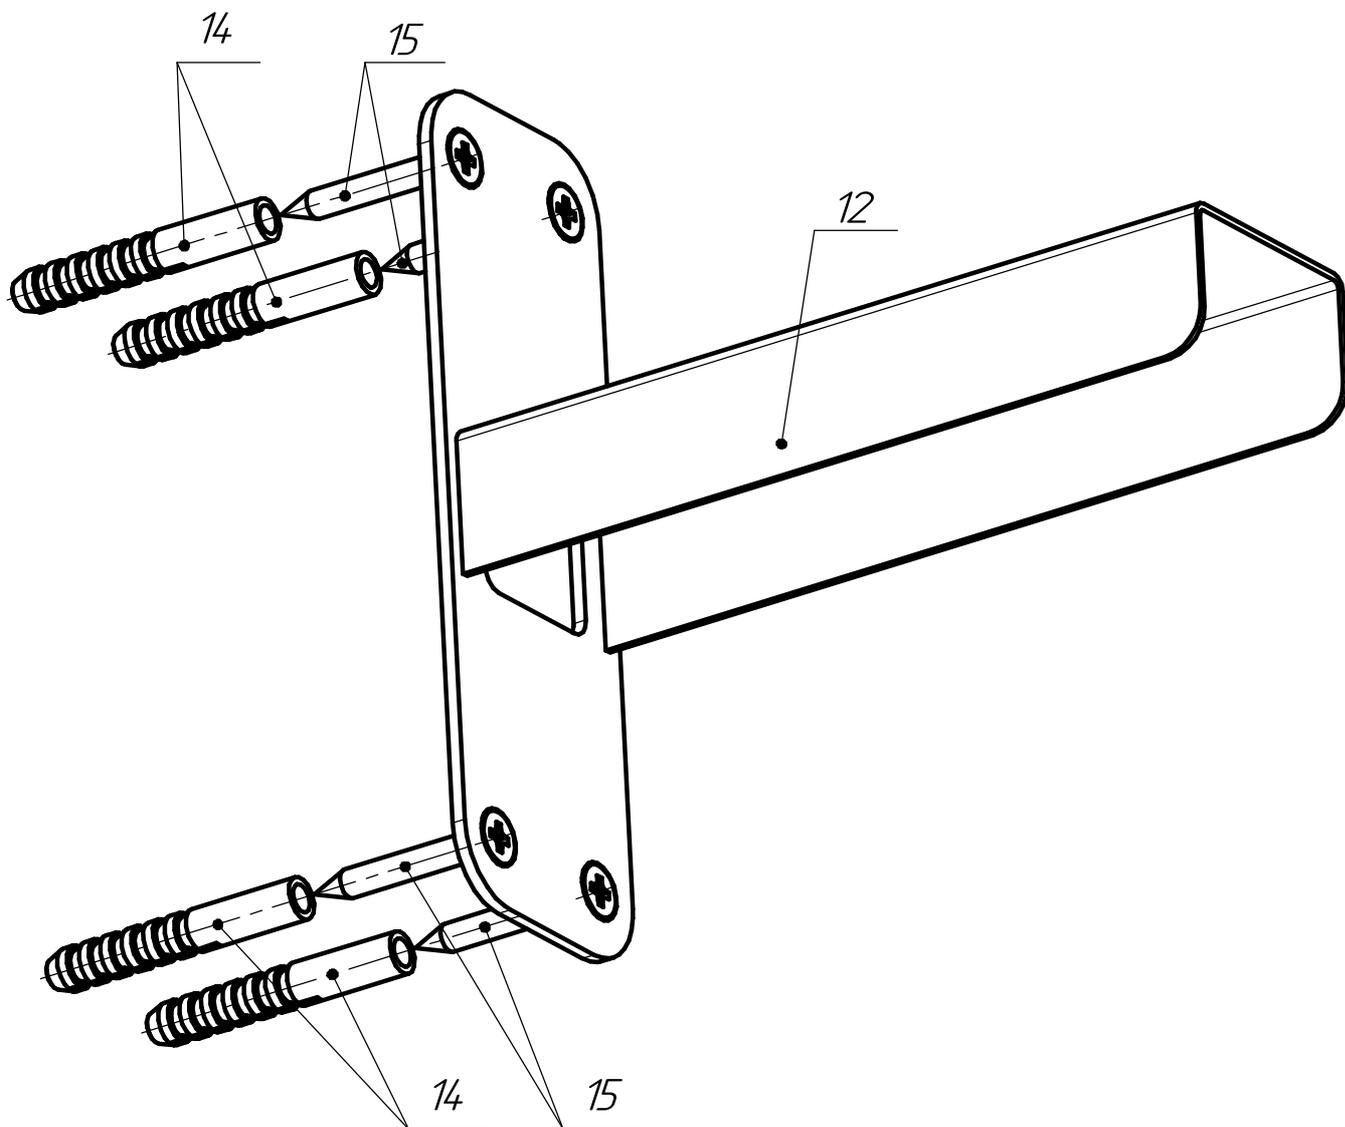

Рисунок 4 - Установка Скобы на стену
5.5 Закрепите скобу крепления к стене (12) при помощи саморезов (15) и дюбелей (14) (в комплект поставки не входят) (см. рис. 4). Установочные размеры приведены в таблице 2.